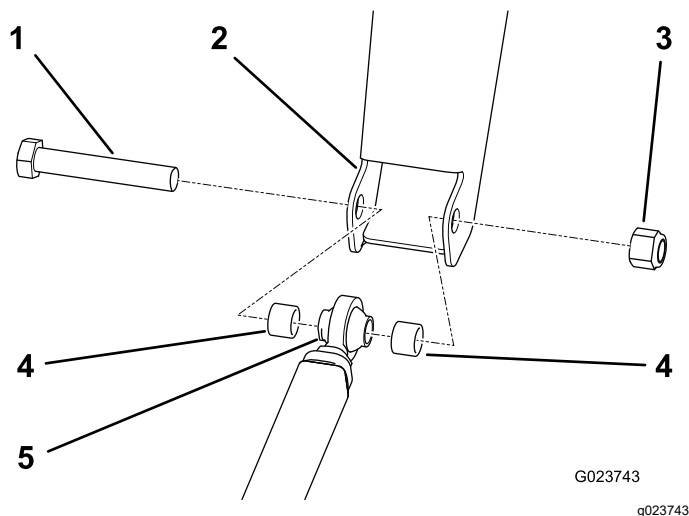

Figura 13
1. Alinee el extremo de la rótula de la barra de tracción con el enganche del bastidor (Figura 13).